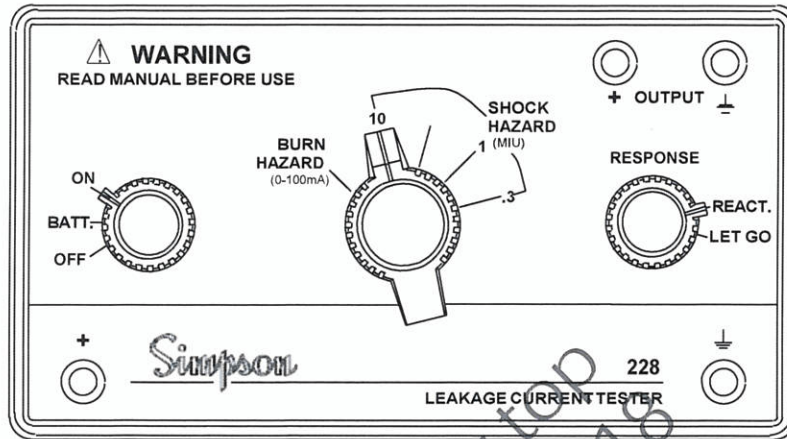

图10
1. 将功能选择开关调至“10MIU 电击危险”（见下图10）